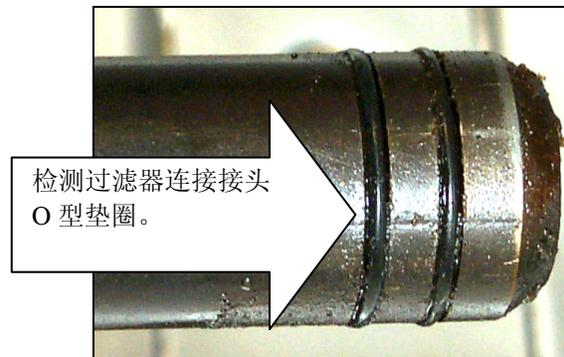

图 2
2. 检测滤盘连接接头，确保两个 O 型垫圈性能良好。（参见图 2）